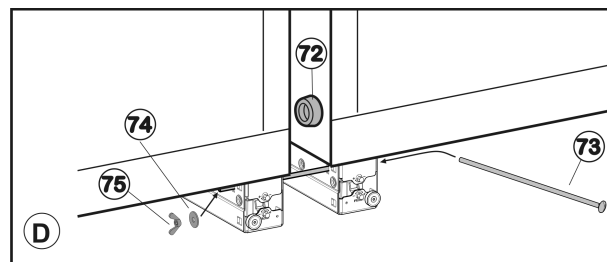

Fig. 48
- Introduzca un tirafondo largo Fig. 48 (73).
- Deslice la arandela Fig. 48 (74) y la tuerca Fig. 48 (75) por el tornillo. Apriete la tuerca hasta que el distanciador Fig. 48 (72) toque la pared lateral opuesta.